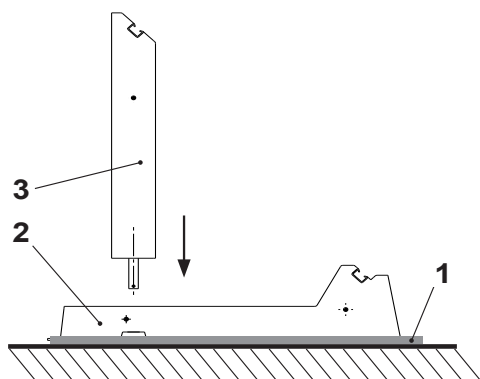
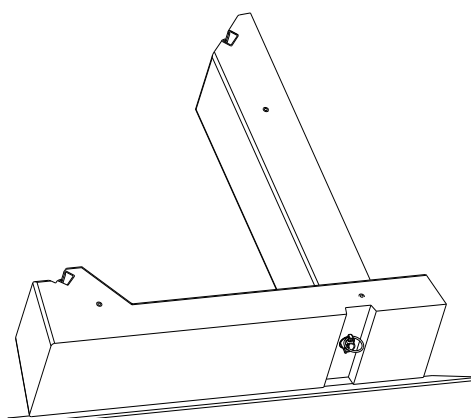

Fig. 04
Fig. 05
3. Așezați căptușeala de protecție (1) (Fig. 04).
4. Așezați secțiunea inferioară (2) a soclului din beton pe căptușeala de protecție (1).
5. Fixați secțiunea superioară (3) a soclului din beton în secțiunea inferioară a soclului din beton (2).
6. Înclinați soclul din beton (Fig. 05), apoi instalați și blocați fuzeta
7. Aliniați secțiunea superioară cu cea inferioară a soclului din beton (2, 3, Fig. 04).